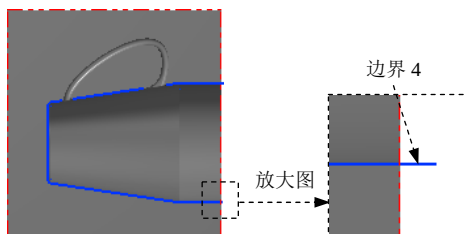

图 21.33 绘制边界 4
Step4. 绘制边界 4。参照 Step3 的操作方法，绘制图 21.33 所示的直线。